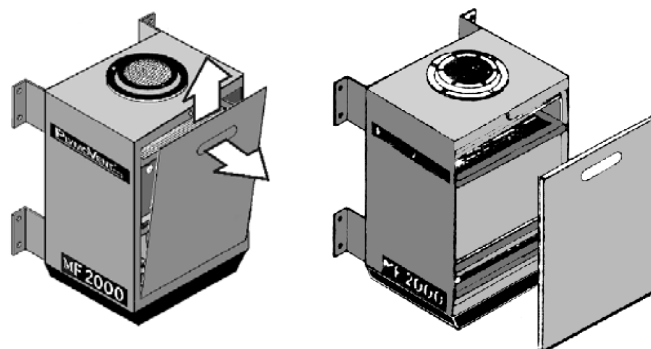

Рисунок 7.1
- 7.1.1. Откройте замок крышки фильтра MF ключом. Чтобы отсоединить крышку, потяните ее наружу и приподнимите вверх. Поставьте крышку рядом с фильтром (см. рис. 7.1.).